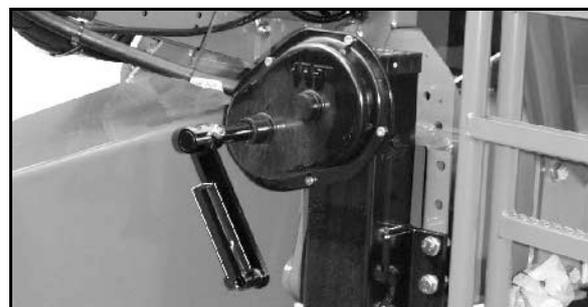

Fig. 44
**Relever le levier en conséquence (Fig. 44) après l'actionnement de la manivelle !**